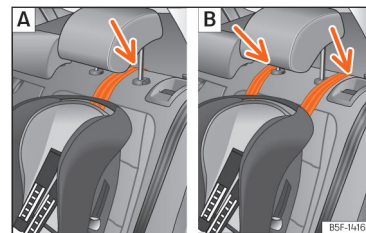
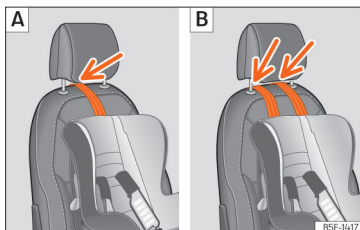

Fig. 45 Bancheta din spate: reglarea și asamblarea trebuie făcute conform curelei Top Tether.
Fig. 46 Scaunul pasagerului față: reglarea și asamblarea trebuie făcute conform curelei Top Tether.
- Treceți cureaua pe sub tetieră (conform instrucțiunilor scaunului, ridicați sau demonstrați tetiera dacă este necesar) >>> **fig. 45**, >>> **fig. 46**.